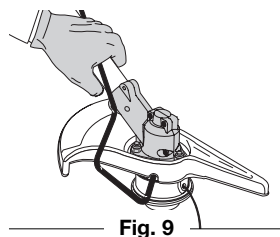

Fig. 9
2. Maintenez la tige de blocage en place en la saisissant près du bras de l'appareil (Fig. 9).